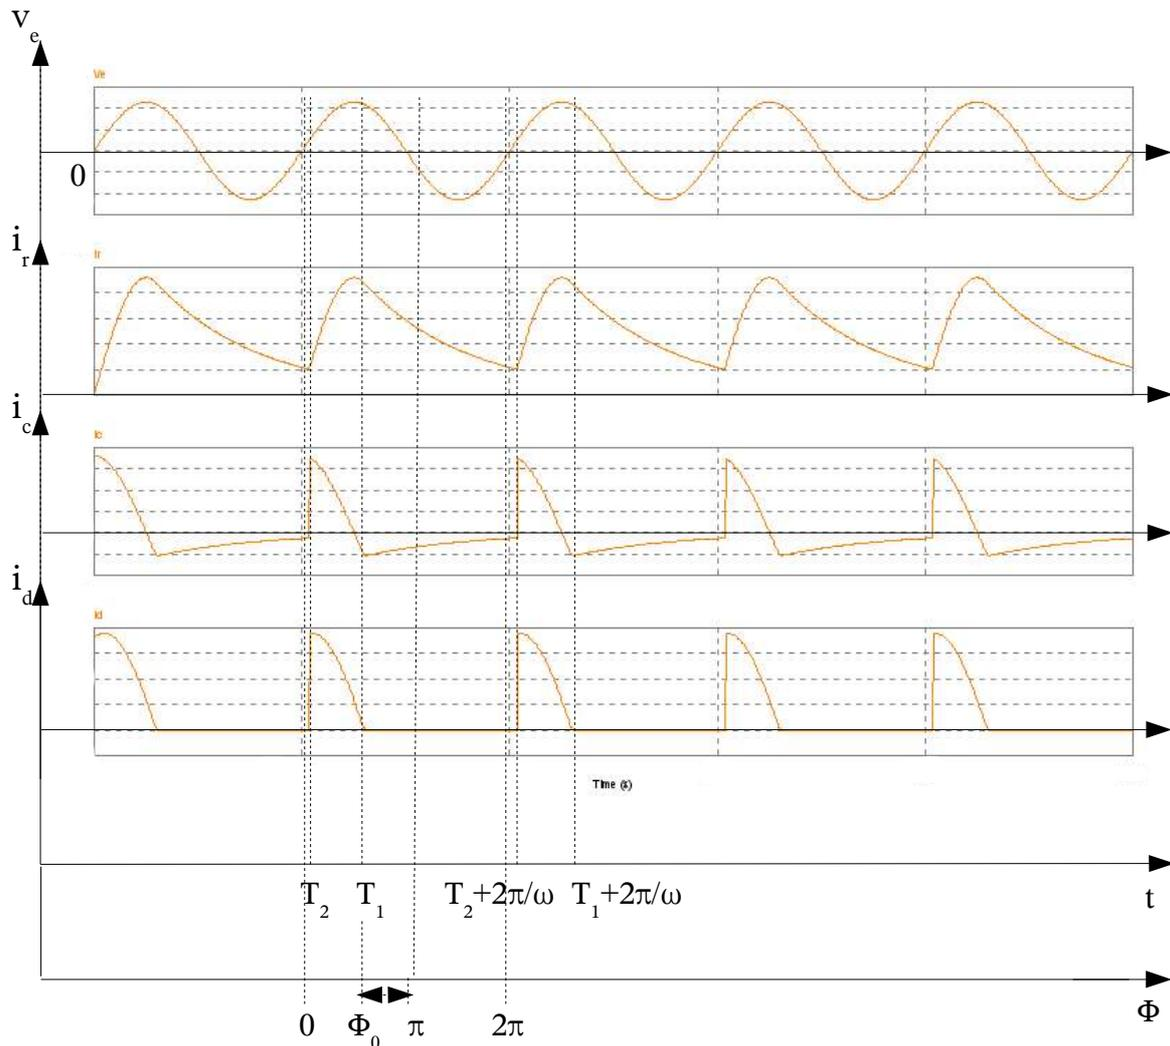

Figure 3
2.4. Donner une expression du courant moyen \bar{I} traversant la diode. S'aidant des valeurs de T_1 et T_2 en fonction de Φ_0 fournies par la figure 3, on tracera la courbe exprimant la variation de \bar{I} en fonction de Φ_0 .